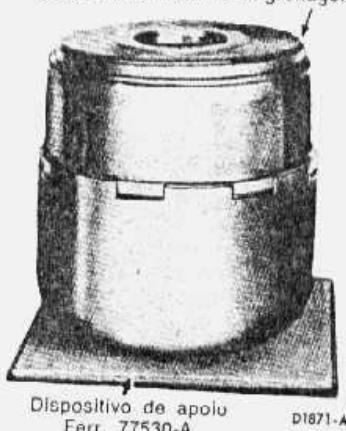

fig. 47 — trem de engrenagens apoiado sobre o dispositivo
3. Colocar a parte dianteira do trem de engrenagens no bloco de apoio (ferr. 77530-A) conforme mostrado na fig. 47.